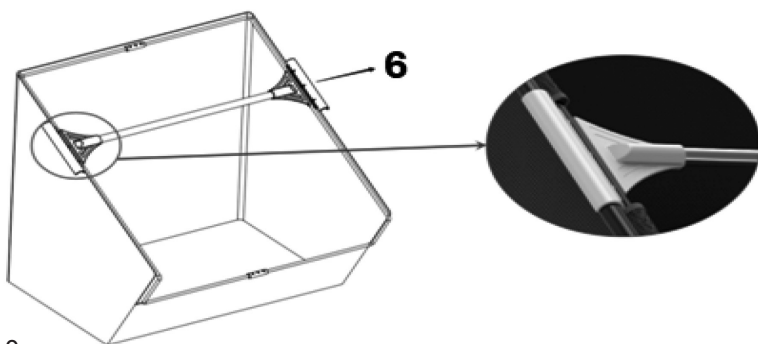

Рис. 10
Установите крепежную планку (6) на сборник, подсунив ее под крепежный каркас (Рис. 10).